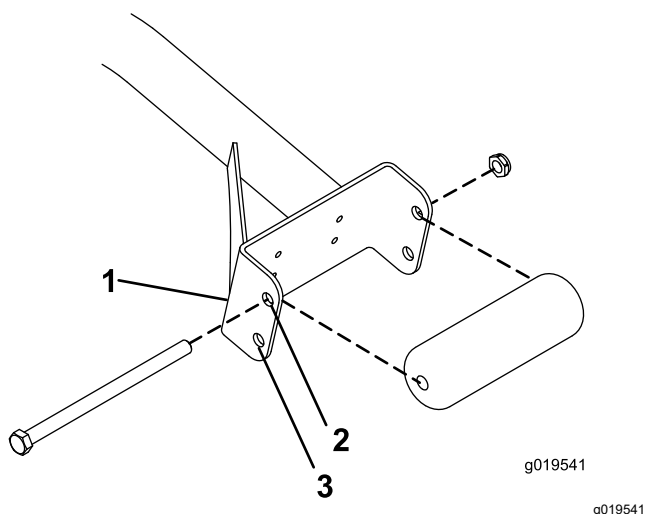

Figura 3
- Se utilizzate apparati di taglio da 69 cm, montate i rulli nei fori di montaggio superiori dei profilati del gruppo di supporto (Figura 3).
- Se utilizzate apparati di taglio da 81 cm, montate i rulli nei fori di montaggio inferiori dei profilati del gruppo di supporto (Figura 3).